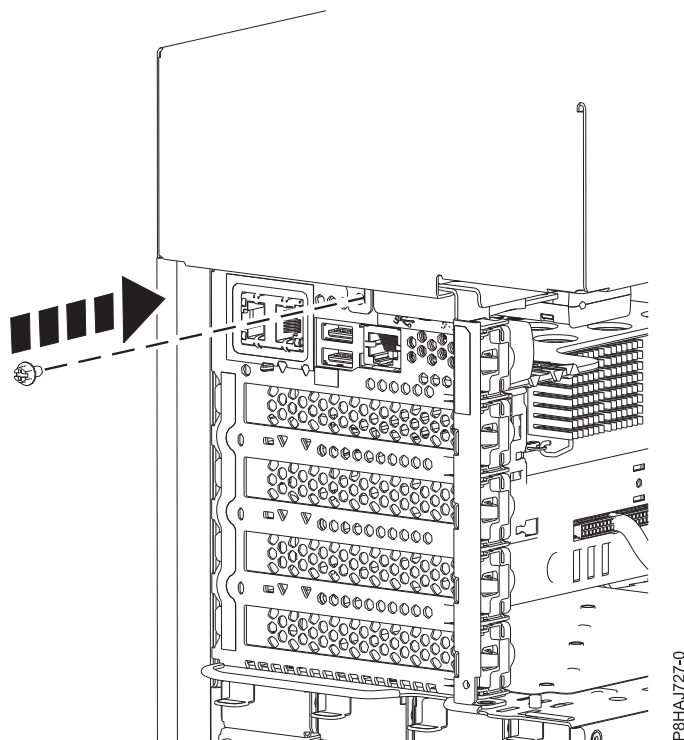

Figura 19. Instalar o parafuso da tampa lateral do 8286-41A
5. Instale o parafuso da parte posterior da tampa lateral com uma chave Phillips conforme demonstrado na Figura 19 na página 35.